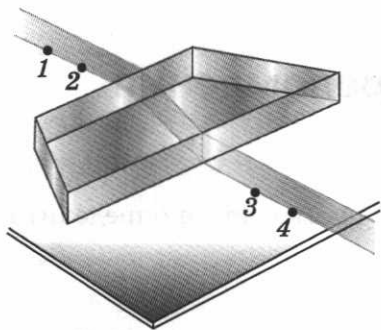

Рис. 10
2. Направьте луч так, чтобы он падал на грань пластинки под углом. Убедитесь в том, что луч испытывает двукратное преломление (рис. 10).